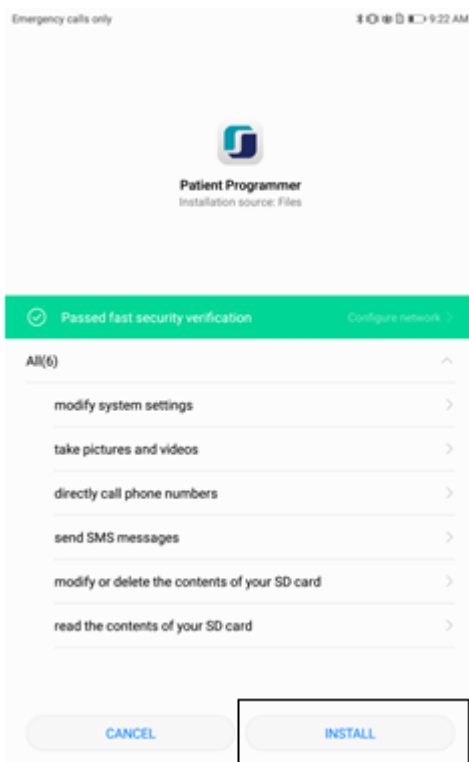

FIGURA 5: Interfaz de instalación de aplicaciones.
6. Haga clic en INSTALAR (Figura 5) en la interfaz de instalación de la aplicación y el software se instalará automáticamente en el dispositivo;